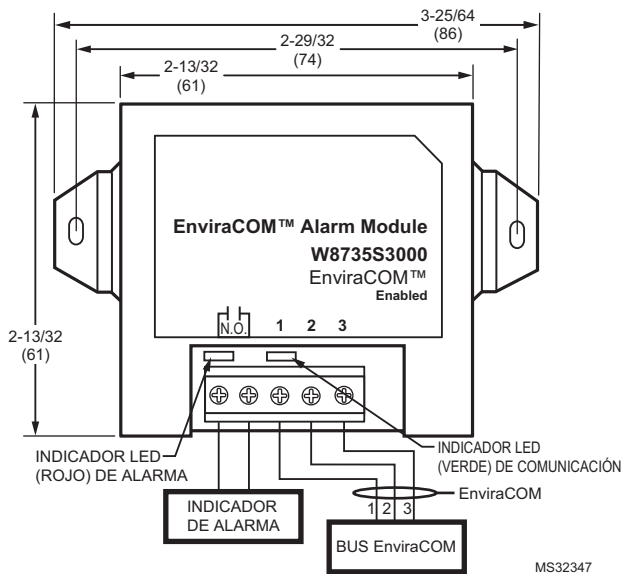

Fig. 1. W8735S3000 Diagrama de cableado del módulo de alarma EnviraCOM .
- Conecte los terminales 1, 2 y 3 del módulo de alarma EnviraCOM a los terminales 1, 2 y 3 del control primario de aceite habilitado con EnviraCOM™, del controlador Aquastat® o de cualquiera de los controles habilitados con EnviraCOM mencionados previamente, o en cualquier parte del bus EnviraCOM™ donde haya un acceso conveniente. Consulte la Fig. 1.
- Conecte los 2 cables del circuito de alarma (consulte la Fig. 1) a los terminales NA en el módulo de alarma EnviraCOM.